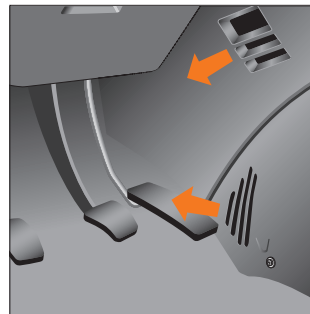

Рис. 59. Нижние сопла обдува
**Нижние сопла обдува** (рис. 59).